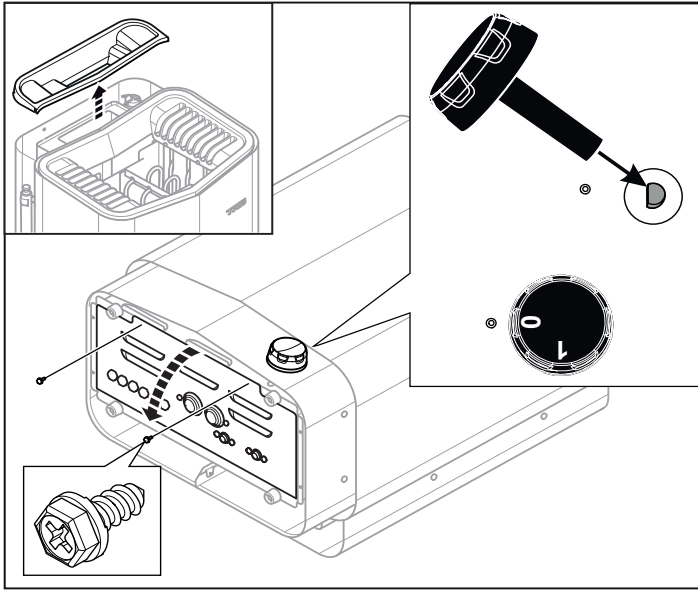

Рисунок 9: Открытие/закрытие крышки
- Снимите крышку резервуара для воды и положите нагреватель лицевой стороной вверх. Установите ручку (см. Рисунок 9).
- Открутите винты и откройте крышку (см. Рисунок 9).
- Закройте крышку и затяните винты (см. Рисунок 9).